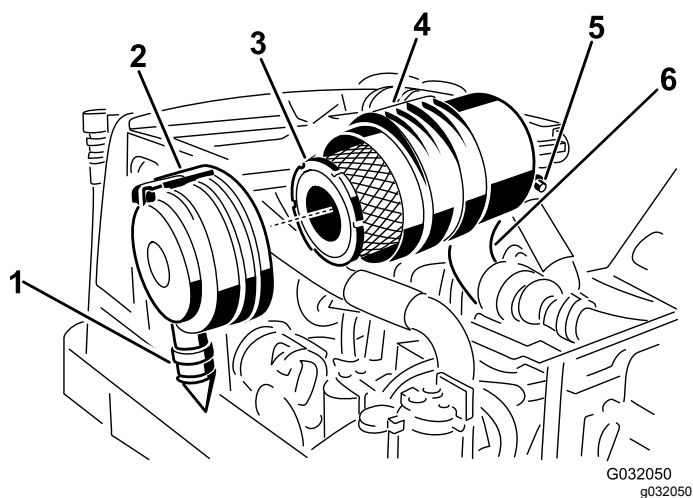

图 50
2. 拆下主滤芯图 50。
3. 更换主滤清器图 50。
7. 安装盖子时将橡胶排气阀位置朝下——即从末端看介于5点钟至7点钟位置之间并用门锁固定图 50。